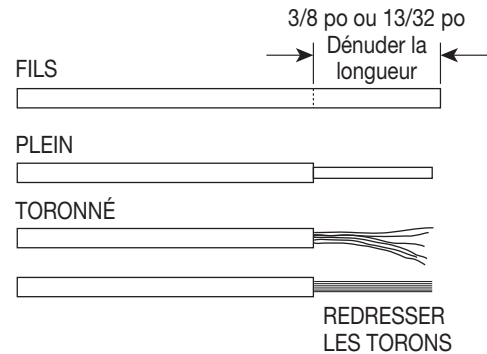

Figure 1
3. Dénuder l'isolant du fil sur au moins 3/8 po, 13/32 po pour le calibre 12 AWG (Figure 1).
4. Si le fil est toronné, le redresser et le regrouper uniformément (Figure 1).